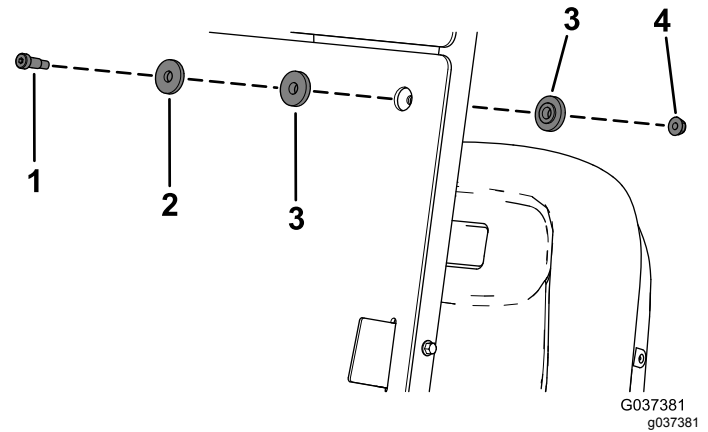

图4
3. 如图4所示用2个轴肩螺丝 $\frac{5}{16} \times 1\frac{1}{4}$ 英寸、2个支撑垫圈、4个凸缘轴套和2个凸缘螺母 $\frac{5}{16}$ 英寸将底部风挡的顶孔固定到顶篷管上的支架。
5. 如图4所示用 3 个轴肩螺丝5/16 x 1¼ 英寸、3 个支撑垫圈、6 个凸缘轴套和 3 个凸缘螺母5/16 英寸将底部风挡的剩余部分固定到顶篷管上的支架。